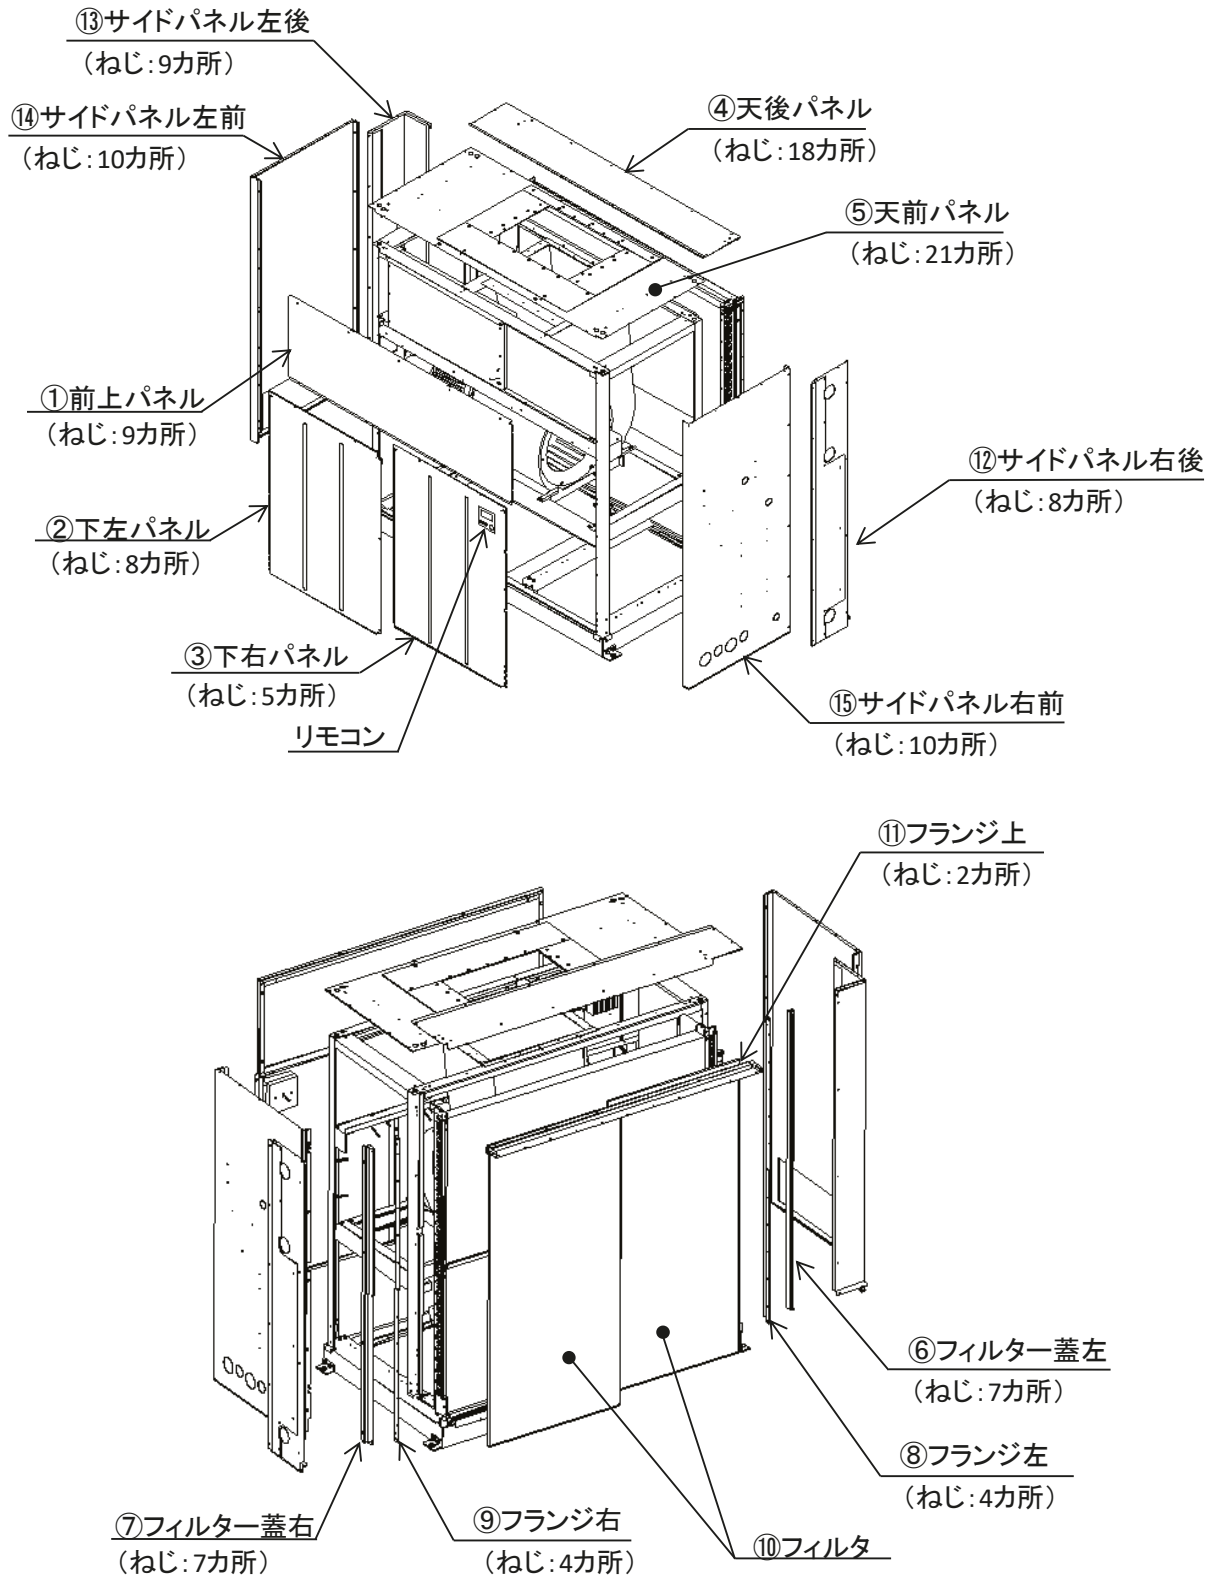

図1. パネル類の取外し
- ・図1に示す番号順(①～⑮)に外装パネルを取外してください。
- ※③下右パネルを取外す際はリモコンの配線コネクタを取外し、結束バンドでまとめておいてください。